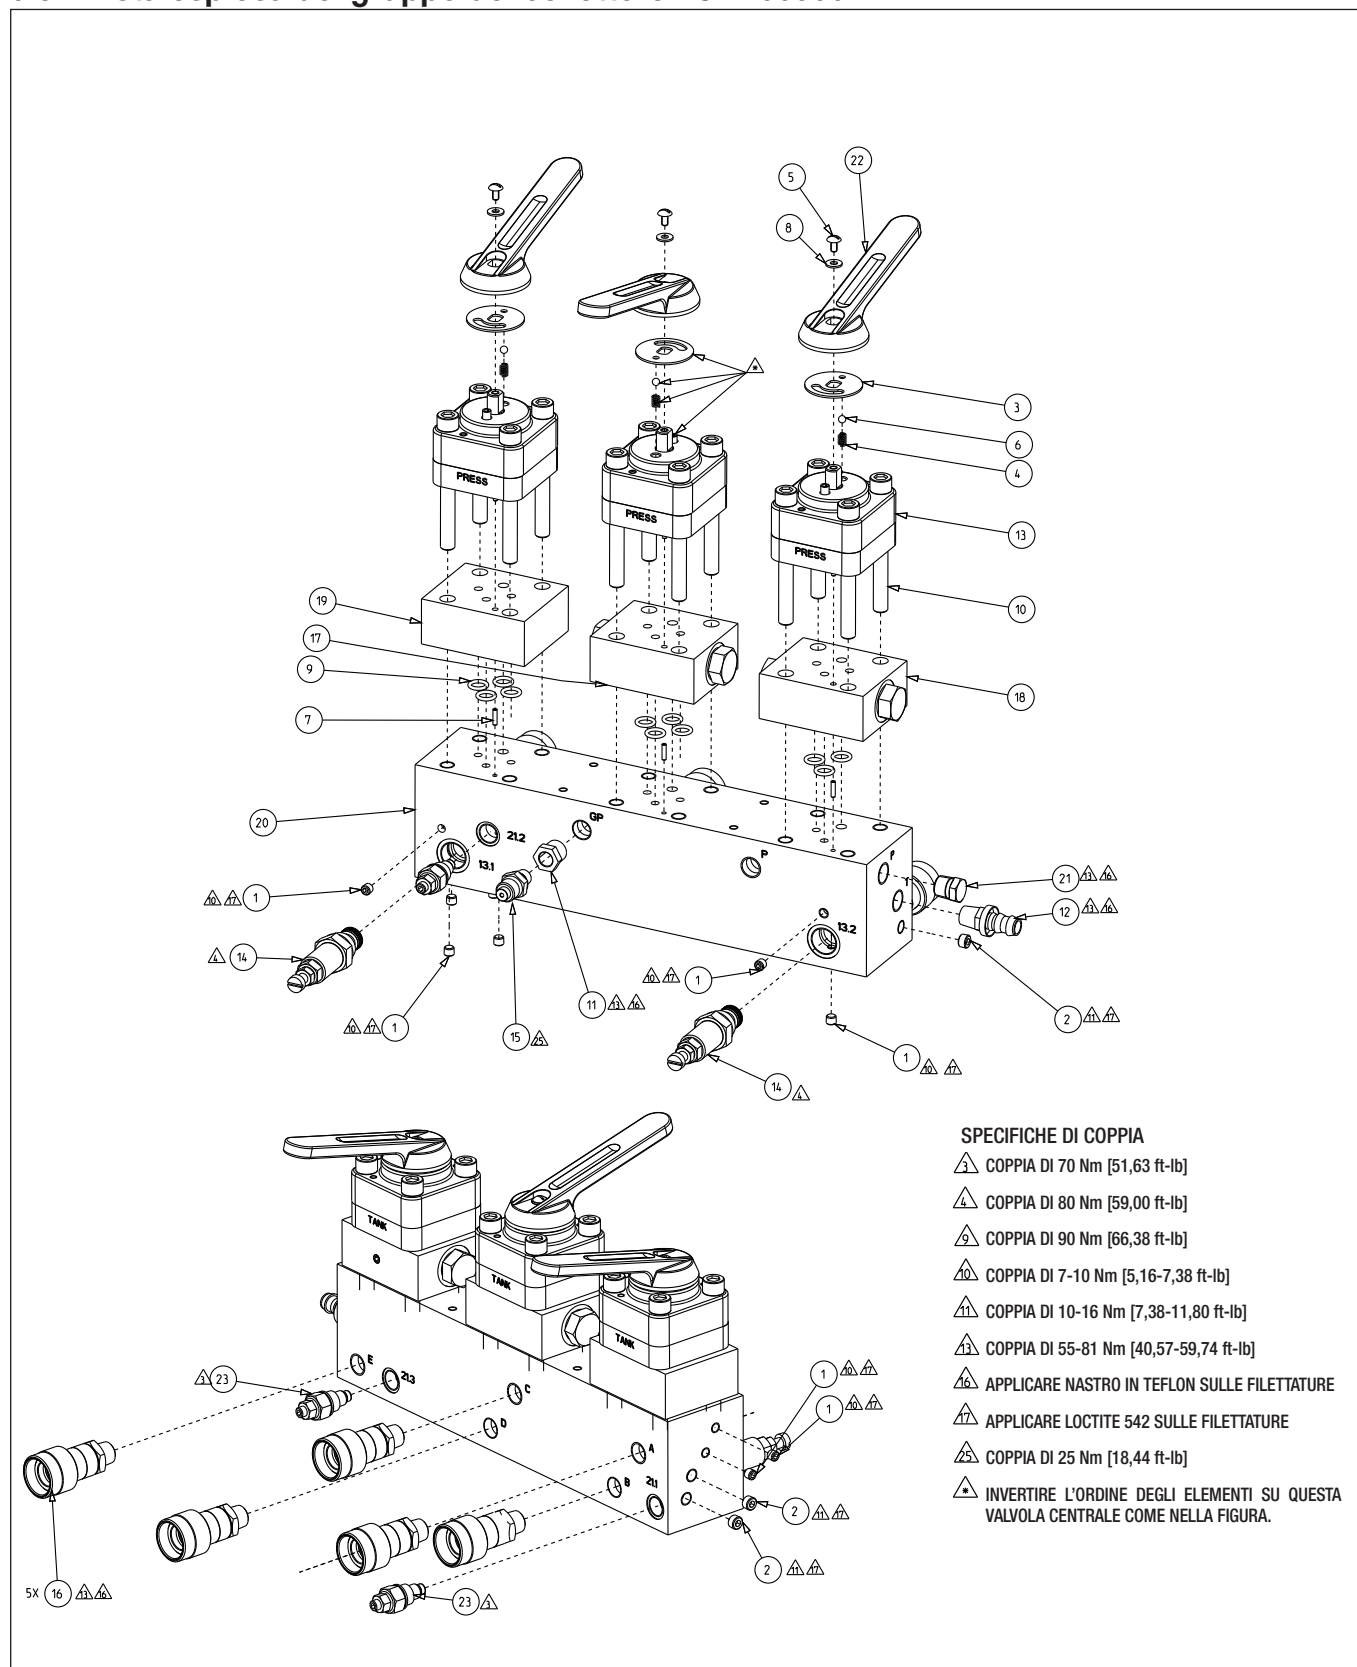

Figura 21: Vista esplosa – Gruppo del collettore
9.3.1 Tabella delle parti del gruppo del collettore LGH100900 (Figura 21)